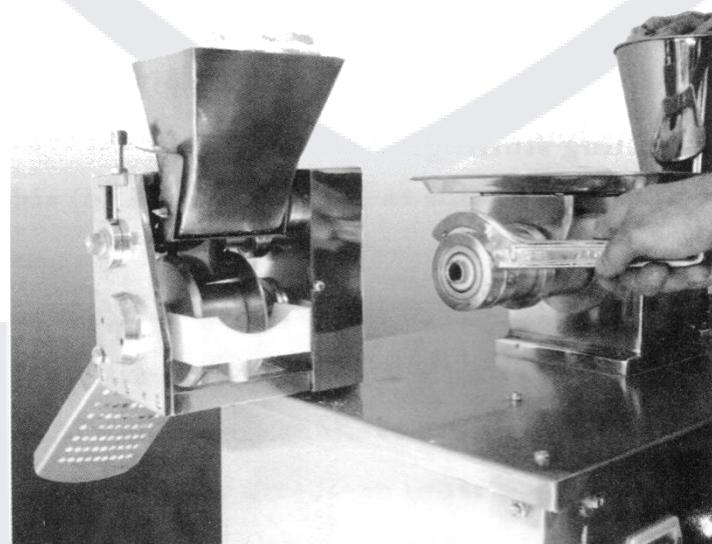

Рис. 4
- 2) Толщина регулируется при помощи гайки (10), если толщина большая, гайку следует повернуть по часовой стрелке, иначе поверните гайку против часовой стрелки (см. рис. 4).